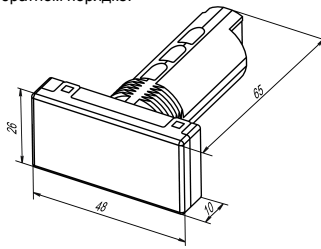

Рисунок 2 – Габаритные размеры корпуса Щ9
1. Подготовить в щите круглое отверстие диаметром 22,5 мм (для предотвращения прокручивания прибора отверстие следует выполнить сложной формы, см. рисунок 2).